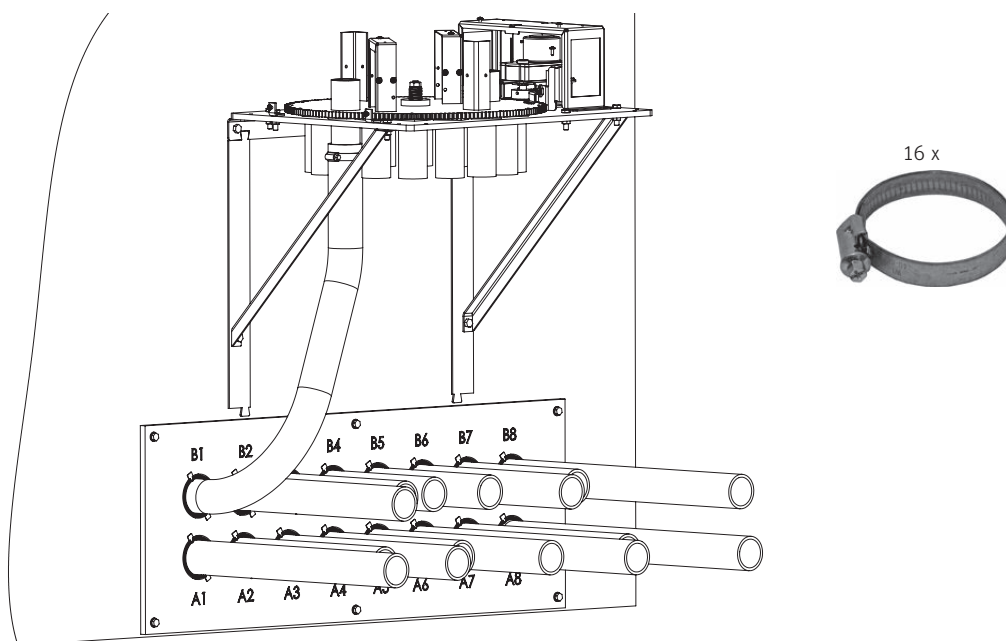

Fig. 47 Attaccare i tubi all'unità di commutazione in ordine
- ▶ Esporre il cavo di terra alla fine del tubo, connettere il tubo B1 alla connessione B1 sull'unità di commutazione, e fissarla con una clip – Fig. 47.